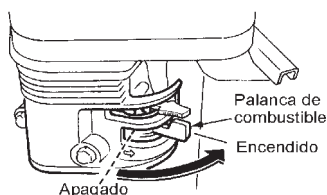

Figura 19. Palanca de la válvula de combustible
3. Coloque la **palanca de la válvula de combustible** (Figura 19) a la posición de **encendido**.